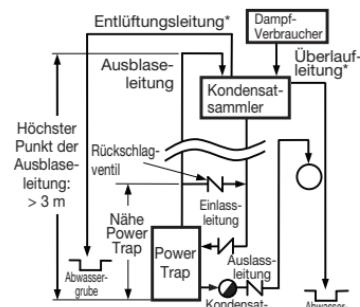

Abbildung 2: Offene & geschlossene Systeme
- Bei offenen und geschlossenen Systemen kann das Kondensat über eine Rohrleitung direkt über dem Auslass am Gehäuse abgeleitet werden, die in die Zuleitung des Fördermediums mündet. Zur Vermeidung von Rückfluss von der Zuleitung des Fördermediums zur Ausblasleitung muss in diese Rohrleitung ein Rückschlagventil eingebaut werden (Abb. 2).